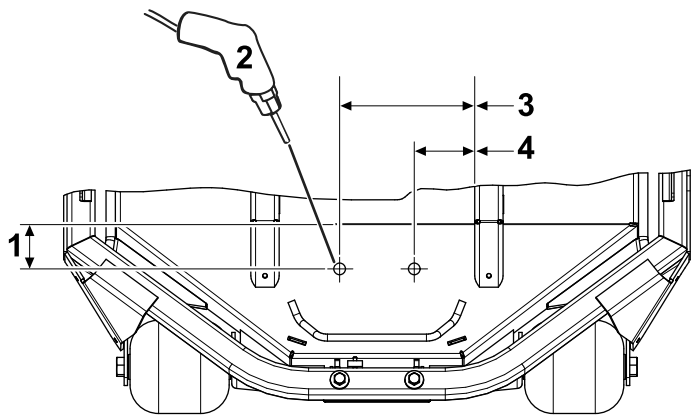

Figura 1
2. Utilizando as dimensões mostradas em Figura 1, localize e faça dois furos com 7/16 pol. de diâmetro através da unidade de corte.